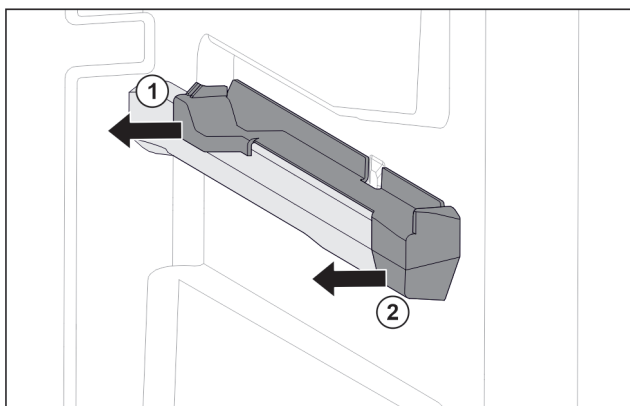

Fig. 121 右侧容器肋梁上的插装件
- ▶ 将插装件后部拉到一侧。 Fig. 121 (1)
- ▶ 将插装件前部拉到一侧。 Fig. 121 (2)